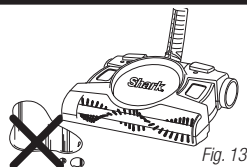

Fig. 13
- 2 N'immergez pas l'aspirateur sans fil pour tapis et planchers dans l'eau; n'utilisez pas cet appareil pour aspirer des liquides ou pour nettoyer des planchers mouillés. (Fig. 13)